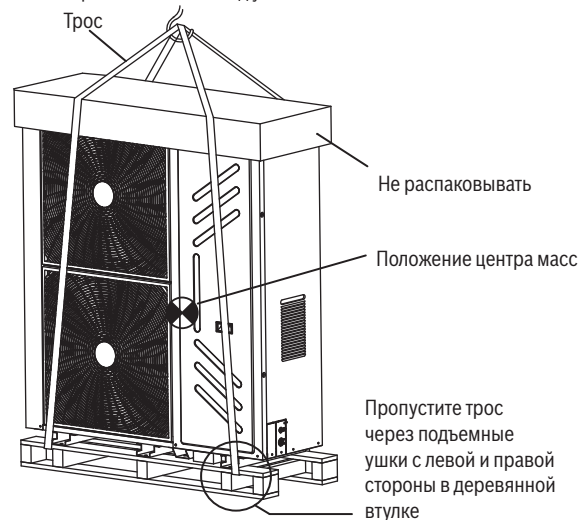

Рис. 4-5
2. При выгрузке и перемещении блока сохраняйте вертикальное положение. Если центр масс не находится в центре блока, не наклоняйте его более чем на 30°. См. Рис. 4-5. Соблюдайте осторожность при перемещении и выгрузке.